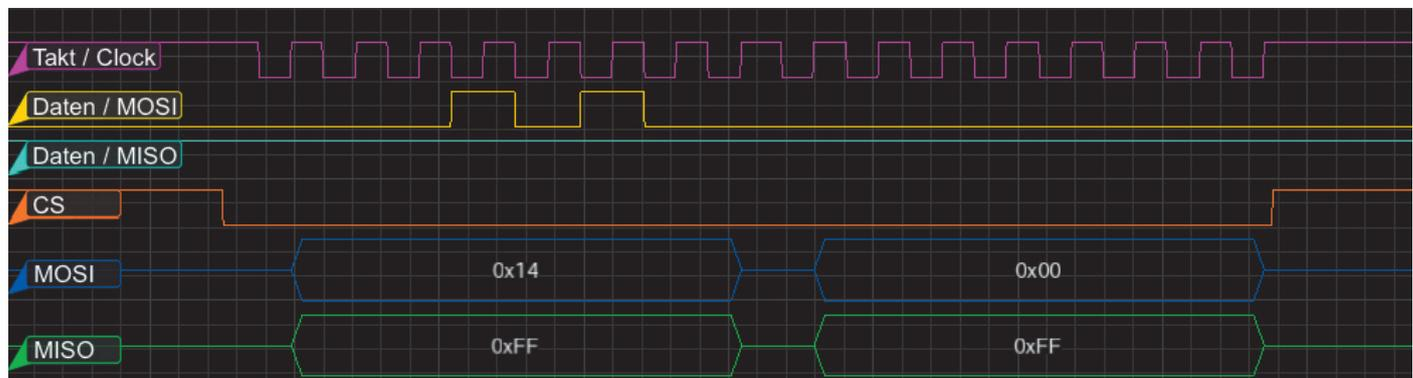

Bild 7: Signalverlauf 3D-BS bei Konfiguration
Mit dem Befehl Spiout Zum_sensor(1) , 2 schreibt BASCOM zwei Bytes per SPI zum Slave, nämlich den Inhalt der Variablen Zum_Sensor(1) und Zum_Sensor(2). Bild 7 zeigt den zugehörigen Signalverlauf. Außer der eigentlichen Signaldarstellung bietet der OSCIUM-Logikanalyzer auch die Möglichkeit, verschiedene Protokolle, unter anderem SPI, zu dekodieren. Im unteren Teil von Bild 7 sieht man dadurch sehr schön, dass erst &h14 als Registeradresse und danach &h00 als Parameter zum Slave übertragen werden. Vom Slave zum Master werden in diesem Falle zwei &hFF-Bytes übertragen, die hier im Master nicht zur Auswertung kommen.